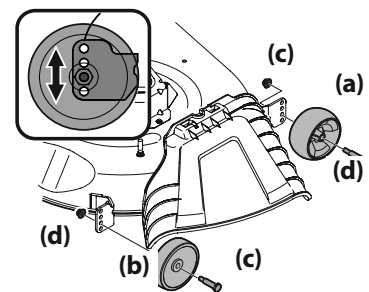

Figura 13
- b. Remova as rodas dianteiras (a) e traseiras (b) do deck, removendo as porcas de fixação do flange (c) e os parafusos de ressalto (d) que os prendem ao deck. Veja a Figura 13.